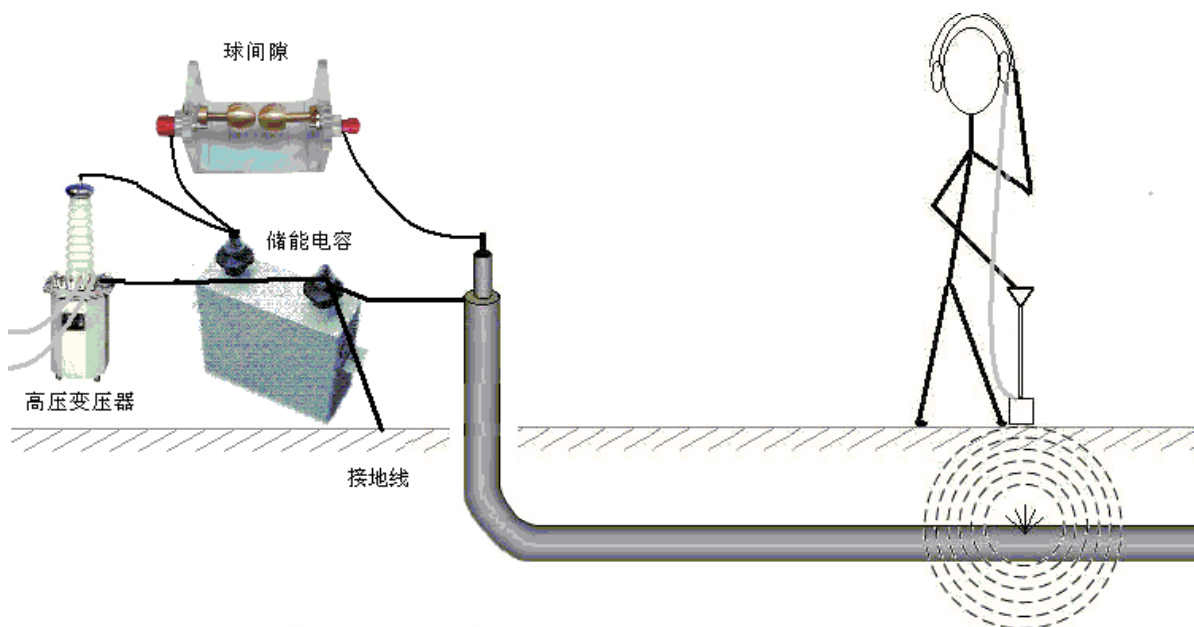

图 1 定点过程操作示意图
**定点示意图：**定点过程操作示意如图 1 所示，冲击高压加在电缆的一端上，使故障点产生放电，操作者手持（声磁）数显同步定点仪接收机及定点探头，在经过电缆故障测试仪初测距离的故障点附近，接收故障电缆放电点的电弧放电振动声音，确定出电缆故障点的精确位置。
地理电缆故障精确定点时，在电缆端点外加冲击高压接线图如图 1 所示。